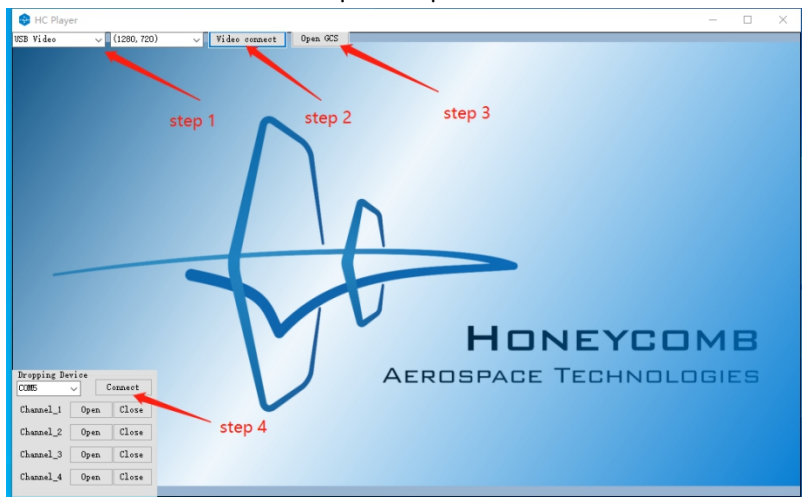

图 13 Camera Player 软件界面
2. 软件打开后主界面如图 13 所示,在打开链路开关的前提下,左上角选择框选择【USB Video】和合适的分辨率,一般为“1920*1080”或“1280*720”。随后点击【Video connect】,此时界面会显示吊舱采集到的实时画面;(如 step1、step2 所示)
4. 抛投器的控制在播放器界面的左下角，使用时选择对应的串口号，点击“Connect”，连接串口，（如图 13 中的“step 4”）。连接成功后，通过点击不同通道的“Open”“Close”按钮控制对应通道的开和关。